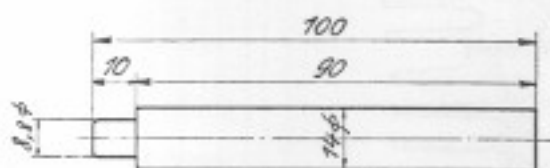

Bild 37. Maßskizze des Dornes, der bei KS-, SB- und NZ-Modellen zum Herausdrücken des Kolbenbolzens zu verwenden ist
21. Kolbenbolzen mit abgesetztem Spezialdorn lt. Bild 37 herausdrücken, Kolben abnehmen, Zylinderfußdichtung abnehmen.
18. Kolbenbolzen mit abgesetztem Spezialdorn lt. Bild 37 herausdrücken, Kolben abnehmen.